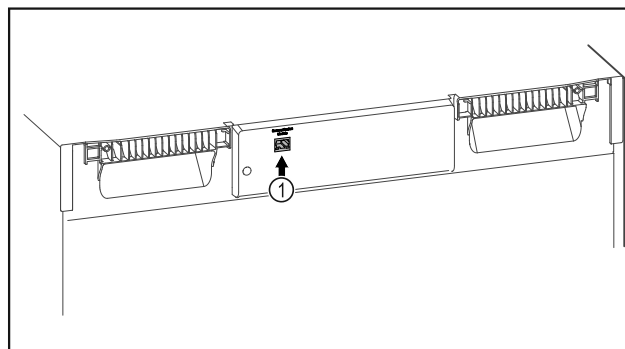

Fig. 103
- A SmartModule Fig. 103 (1) be van helyezve.